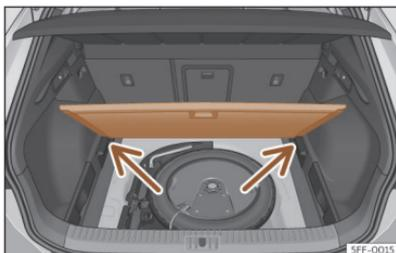

Fig. 178 Suelo variable del maletero: posición inclinada.
- Apoye el piso sobre los alojamientos previstos para tal uso >>> **fig. 178** (flechas).